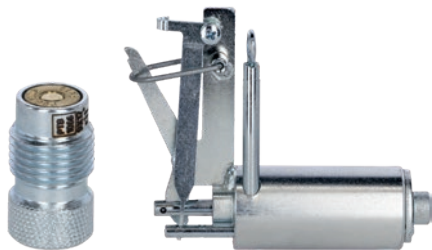

Fig. 5
3. Inserte el cartucho amarillo de 9x17 mm en el soporte de cartuchos (fig. 3, pos. 5). Enrosque el soporte de cartuchos en el aparato por completo y con firmeza (véase fig. 5).